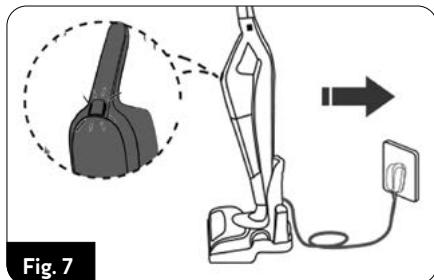

Fig. 7
2. Coloque la aspiradora correctamente montada con el mango principal y el cepillo eléctrico en la base de conexión (fig. 7). Conecta el cargador a la red eléctrica.